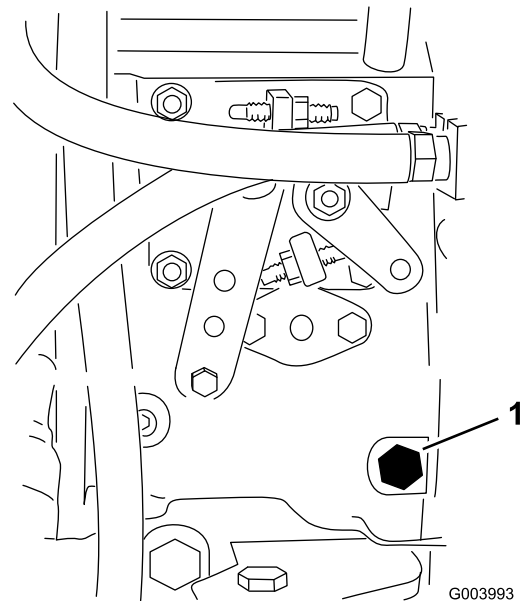

Figure 23
3. Desserrez la vis de purge sur la pompe d'injection (Figure 23) à l'aide d'une clé de 12 mm.